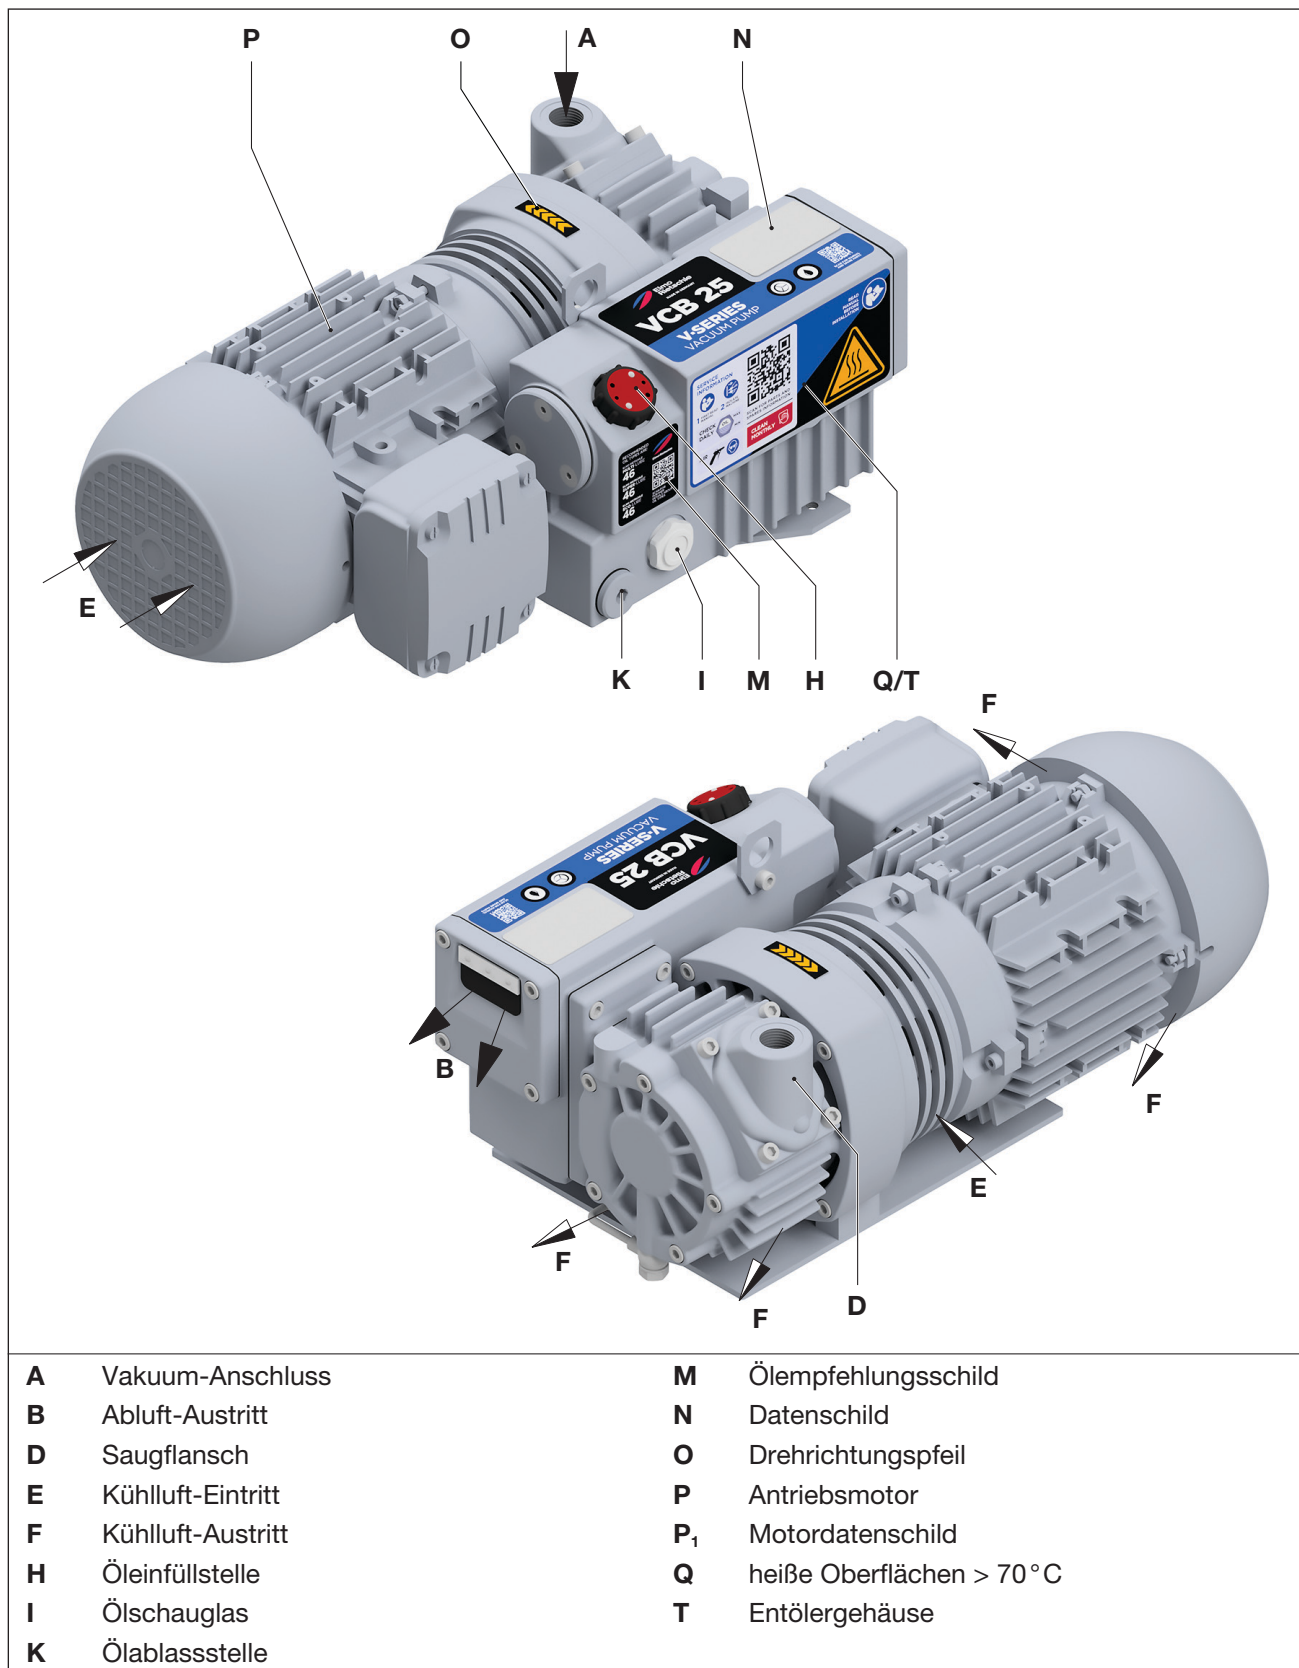

Abb. 2 Vakuumpumpe V-VCB
- Saugflansch (Abb. 2/D), Öleinfüllstelle (Abb. 2/H), Ölschauglas (Abb. 2/I), Ölablass (Abb. 2/K) und Entölergehäuse (Abb. 2/T) müssen leicht zugänglich sein.
Der Vakuumananschluss (Abb. 2/A) befindet sich auf dem Saugflansch (Abb. 2/D). Die abgesaugte Luft wird durch den Abluftaustritt (Abb. 2/B) frei ausgeblasen.
- Blindstopfen an Sauganschluss (Abb. 2/A) und Abluftaustritt (Abb. 2/B) entfernen.
- Rohrleitung an Vakuumananschluss (Abb. 2/A) anschließen.
- Die abgesaugte Luft kann durch den Abluftaustritt (Abb. 2/B) ausgeblasen oder mittels Schlauch- bzw. Rohrleitung weggeführt werden.
- Schmierölstand am Ölschauglas (Abb. 2/I) kontrollieren und gegebenenfalls auffüllen.
Die elektrischen Motordaten sind auf dem Datenschild (Abb. 2/N) bzw. dem Motordatenschild angegeben. Die Motoren entsprechen DIN EN 60034 und sind in Schutzart IP 55 und Isolationsklasse F ausgeführt. Das entsprechende Anschlussschema befindet sich im Klemmenkasten des Motors (entfällt bei Ausführung mit Stecker-Anschluss).